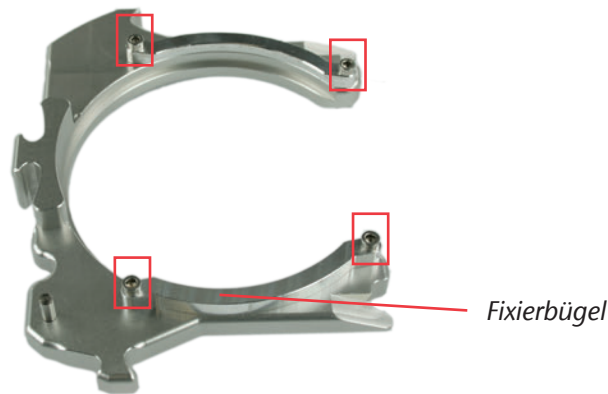

ABBILDUNG 6: ROHLINGSRAHMEN S2 IMPRESSION
- M1.** Lösen Sie die 4 Schrauben des Rohlingsrahmens (siehe Abbildung 6) mit dem mitgelieferten Inbusschlüssel (2,5 mm).